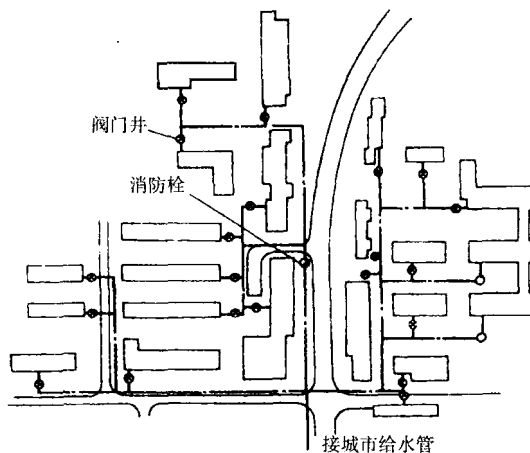
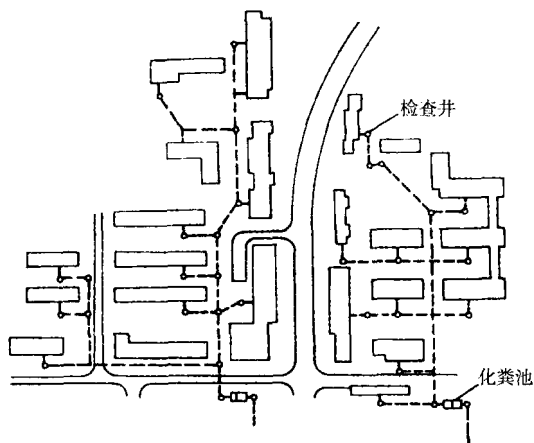

图 1-1 给水总平面图
图 1-2 排水总平面图
(1) 图纸目录、设计(施工)说明。
(2) 总平面图。指表示某一区域、小区、街道、村镇、单位、几幢房屋的室外管网平面布置的施工图。如图 1-1 和图 1-2 所示某居住小区的给水和排水管网布置。